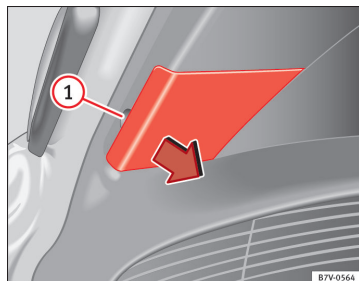

Fig. 211 I bagklappen:
3. Vip forsigtigt afdækningen af ved rillen ⇒ Fig. 211 ① ved hjælp af skruetrækkeren med den flade klinge fra bilens værktøj (⇒ Fig. 200).